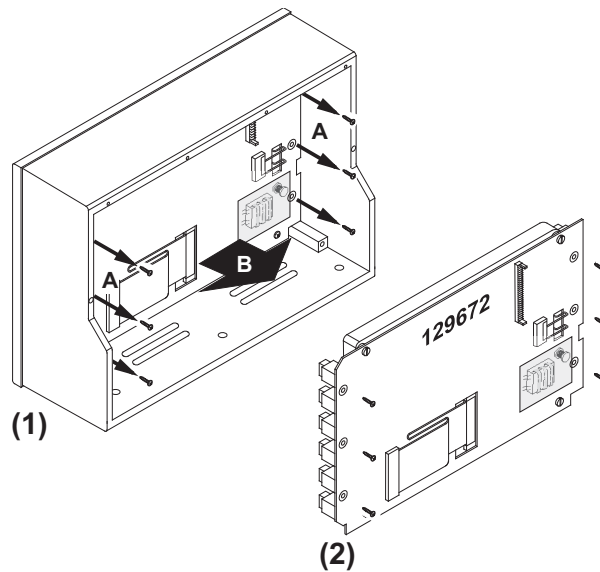

Bild 4-7: Lösen und Entnehmen der Displayplatine
8. Lösen sie die sechs Schrauben (A) von der Displayplatine. Entnehmen Sie vorsichtig die komplette Montageeinheit (B) und senden Sie sie zurück an RTW. (Bild 4-7)